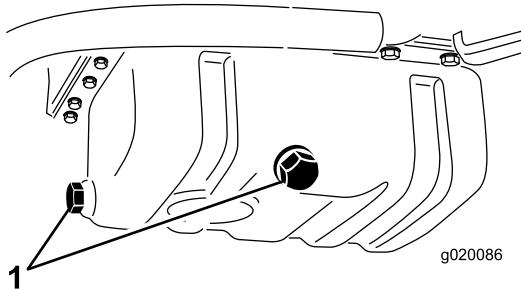

Figura 53
2. Togliete un tappo di spurgo (Figura 53) e lasciate defluire l'olio in una bacinella. Quando l'olio cessa di defluire, montate il tappo di spurgo.